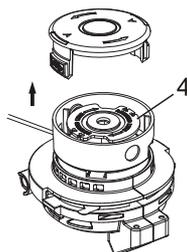

Fig. 14
3. Tirer la bobine vide (4) vers le haut pour la retirer du boîtier de la bobine avec le fil pour coupe-herbe restant (Fig. 14).